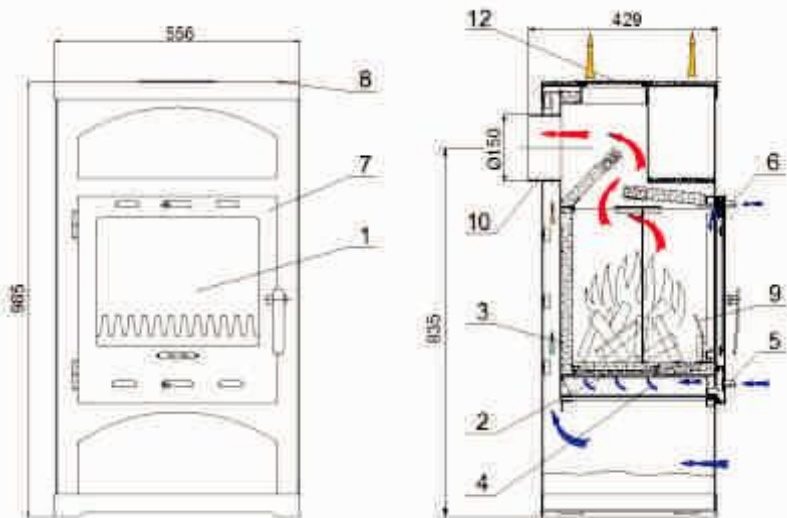

Рис. 1
Топка в печи выложена огнеупорной плиткой (вермикулит) 3 (см. рис.1), которая улучшает горение. В дверцу печи 7 вмонтировано термостойкое стекло, которое позволяет видеть пламя. Первичная подача воздуха регулируется при помощи заслонки 5. Вторичная подача воздуха в топку подается через заслонку регулирования 6. В печи используется отражатель огня 9. Наверху печи Vienybė-05 находится керамическое место накаливания, которую можно использовать для подогрева пищи.
Печка должна быть смонтирована таким образом, чтобы не были бы заблокированы заслонки регулирования подачи воздуха 5 и 6 (см. рис. 1).
- изъять подсоединение дымохода 10 (см. рис.1), отвинтив крепежные болты;
Разжигание. Полностью откройте заслонки первичной и вторичной подачи воздуха 5 и 6 (см. рис.1). На дно топки положите два полена маленького размера, оставляя между ними промежуток. В промежуток вложите скомканную бумагу или таблетку твердого топлива, на которую нужно крестообразно положить мелко нарубленные сухие дрова, на них положить дрова средней величины. Бумагу поджечь и после ее возгорания закрыть дверцу. Ручка дверцы может быть горячей, поэтому надо пользоваться защитной рукавицей. Интенсивность горения регулировать при помощи заслонок подачи воздуха.